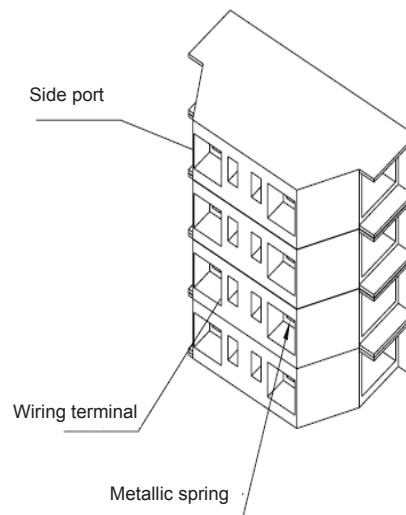

Fig. 14
6.3 POWER WIRING (Fig. 13, Fig. 14)